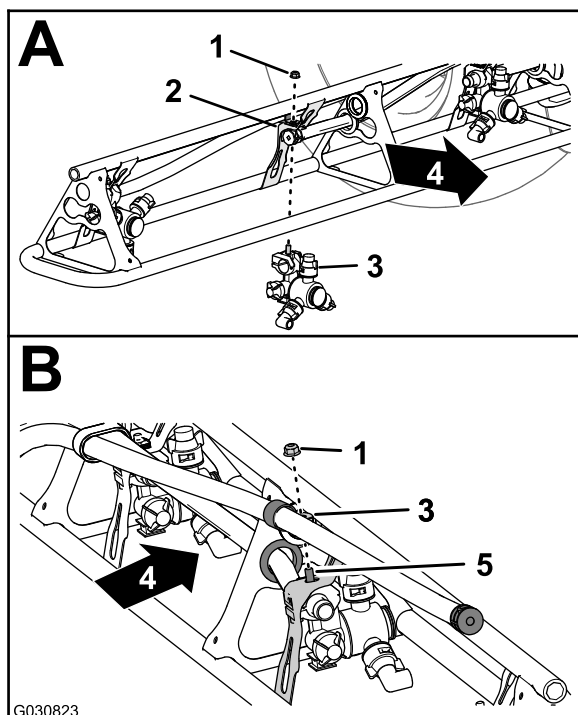

Figure 131
- Fixez les buses 1 et 4 à leur support (A de Figure 131) à l'aide du contre-écrou à embase (5/16") que vous avez retiré à l'opération 2 de Dépose des buses des sections de pulvérisation extérieures (page 56).
- À l'emplacement des buses 2 et 3, fixez la buse à son support (A et B de Figure 131) à l'aide du contre-écrou à embase (5/16") que vous avez retiré à l'opération 2 de Dépose